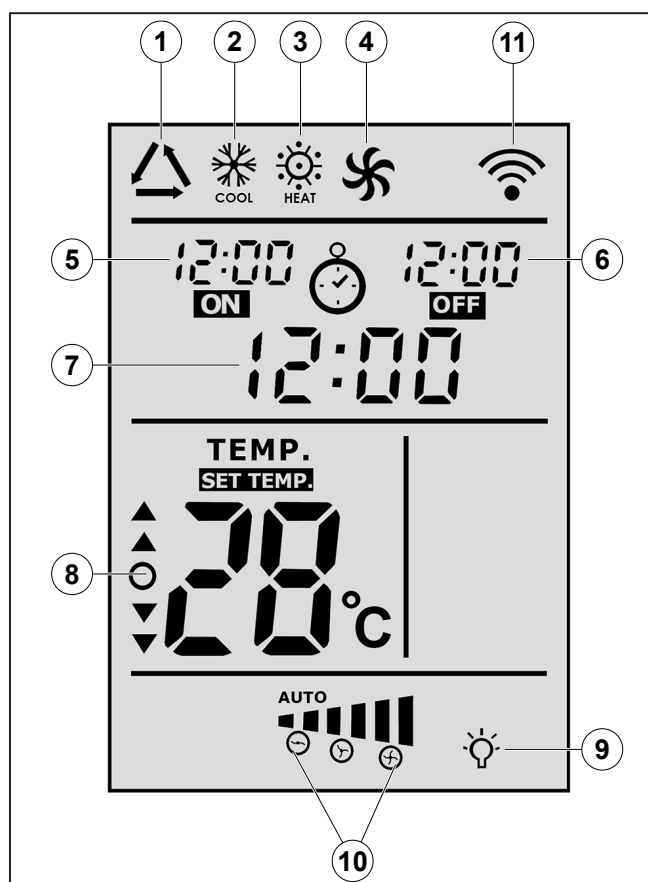

Fig. 4
1. **Afficheur** (pour plus de détails, voir la «Fig. 4»)